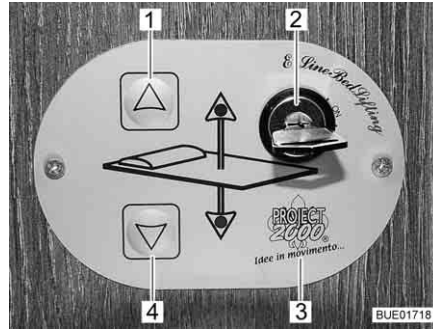

Bild 119 Bedienteil
Mit den Tasten (Bild 119,1 und 4) auf dem Bedienteil (Bild 119,3) wird das Hubbett abgesenkt oder angehoben. Mit dem Schlüsselschalter (Bild 119,2) wird das Bedienteil gegen unbefugte Benutzung gesichert.
- Schlüssel im Schlüsselschalter (Bild 119,2) drehen. Das Bedienteil (Bild 119,3) ist aktiviert.
- Pfeiltaste (Bild 119,4) drücken und so lange gedrückt halten, bis das Hubbett in die gewünschte Position nach unten gefahren ist.
- Pfeiltaste (Bild 119,1) drücken und so lange gedrückt halten, bis das Hubbett in die Endstellung nach oben gefahren ist.